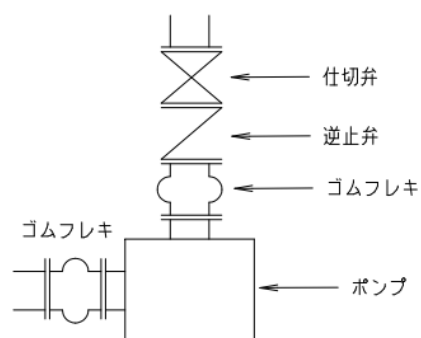

図3
- g. ゴムフレキはポンプまわりでご使用になる場合、ゴムフレキはポンプと仕切弁の間に取り付けてください。(図3参照)